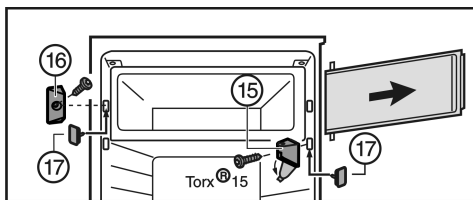

Fig. 7
- Togliere il coperchio nel blocco di supporto Fig. 7 (15).
- Svitare il blocco di supporto Fig. 7 (15) con la porta dello scomparto.
- Svitare l'elemento Fig. 7 (16) di chiusura.
- Chiudere i fori ora liberi con i tappi Fig. 7 (17) in dotazione.